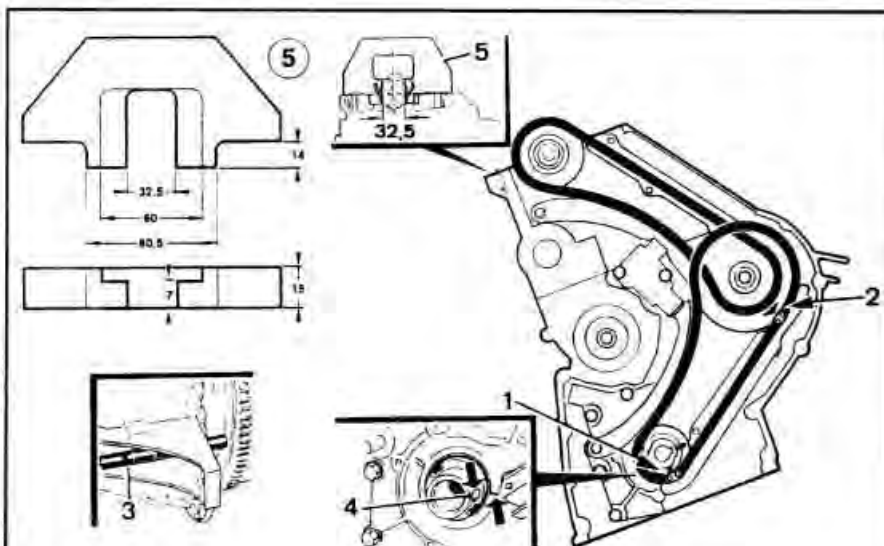

Рис. 3-29. Установка цепи привода механизма газораспределения:
дился напротив метки 4 (рис. 3-29) на корпусе масляного насоса, что соответствует положению 26° до ВМТ такта сжатия 1-го цилиндра, и застопорить его в этом положении с помощью фиксатора 3.
- С помощью фиксатора 5 BMW 11.3.320 (рис. 3-29) заблокировать распределительный вал в положении ВМТ такта сжатия 1-го цилиндра и перекрытия клапанов 4-го или 6-го цилиндров.